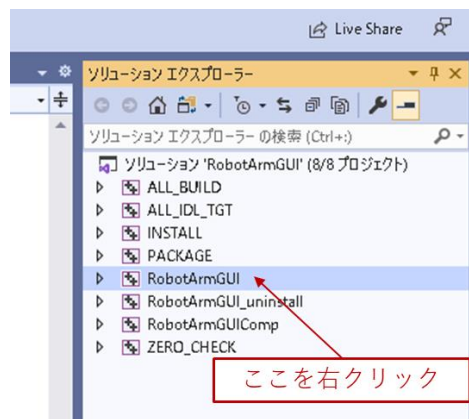

図 11 RobotArmGUI の設定
- ① (2-1) の①～⑦までと同様の作業を行う。
- ② Visual Studio 画面右にある「ソリューションエクスプローラー」の「RobotArmGUI」を右クリック (図 11)。「プロパティ」を選択してプロジェクトのプロパティダイアログを開く。